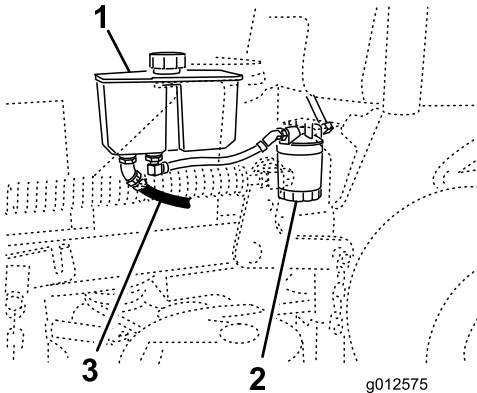

Figure 73
4. Localisez le flexible hydraulique avant sous le réservoir hydraulique et placez le bac de vidange sous le réservoir (Figure 73).